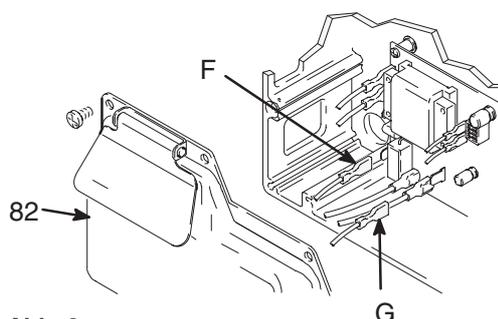

Abb. 3
- Abb. 3. Druckkontrolle-Abdeckung (82) abnehmen. Motorkabel (F) und (G) abziehen.